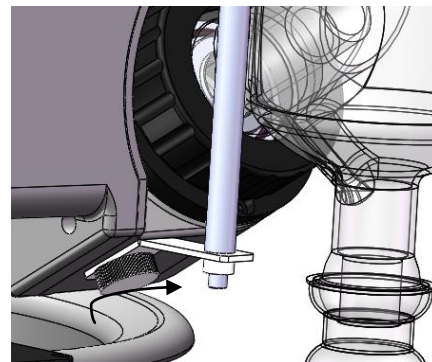

Fig. 18
- Monte el dispositivo de fijación del conjunto de vidrio vertical (Fig. 18).